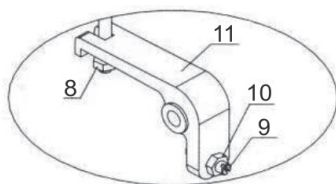

Fig. 4 – Passo 3
- Encaixe a ponta-pino roscado e porca (8) da corrente (2) na base de ajuste (11), ver fig. 4.